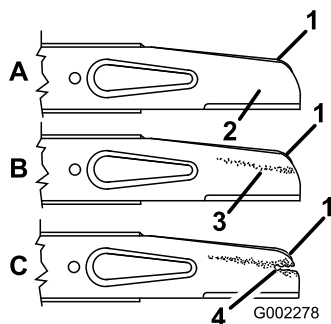

Figure 24
2. Retirez les écrous, l'accélérateur et la lame (Figure 24).